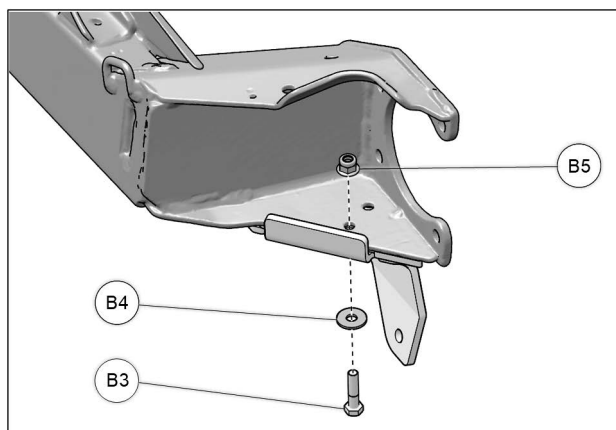

Fig. 5
5. Insérer un boulon de fixation M8x35mm (**B3**) avec rondelle (**B4**) par le dessous et fixer la plaque d'ancrage avec l'écrou M8 (**B5**) fourni. Serrer à un couple de 33 Nm [24 lb•pi]. Voir la Fig. 5